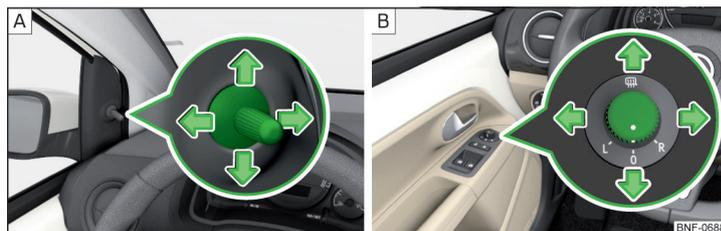

Fig. 49 Operación del retrovisor: mecánico/eléctrico
► Para el **ajuste** del área del espejo mover el botón giratorio en el sentido de las flechas » fig. 49.
El botón giratorio para el espejo ajustable eléctricamente se puede mover en las posiciones siguientes » fig. 49 - B.